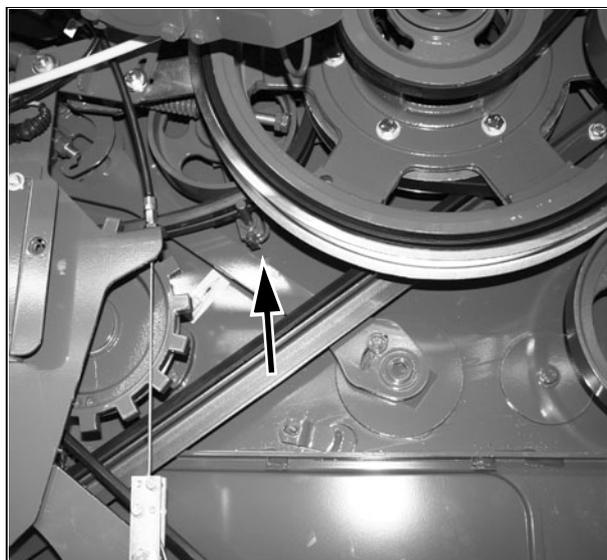

Рис. 15
9. НАТЯЖНОЕ УСТРОЙСТВО ПРИВОДА ЖАТКИ - Рис. 15